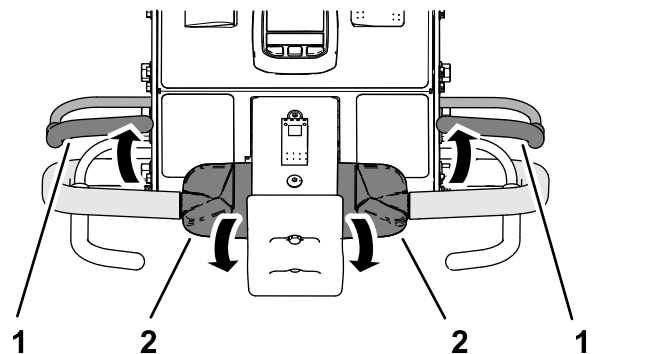

Figura 34
3. Mientras sostiene el control de tracción, suelte la barra de presencia del operador (Figura 34).